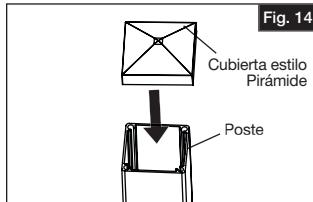

Fig. 14
- Instalar la cubierta de poste estilo pirámide en cada poste (Fig. 14).